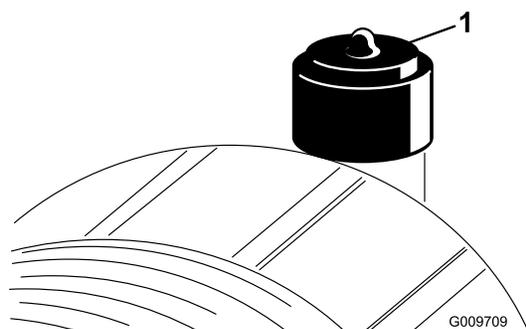

図 50
エアクリーナの整備はインジケータ（図 50）が赤色になってから行ってください。早めに整備を行っても意味がありません。むしろフィルタを外したときにエンジン内部に異物を入れてしまう危険が大きくなります。
6. インジケータ（図 50）が赤になっている場合はリセットする。